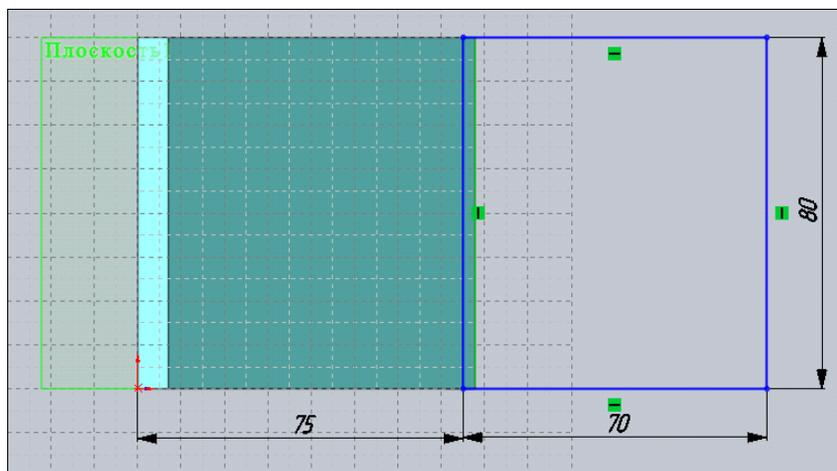
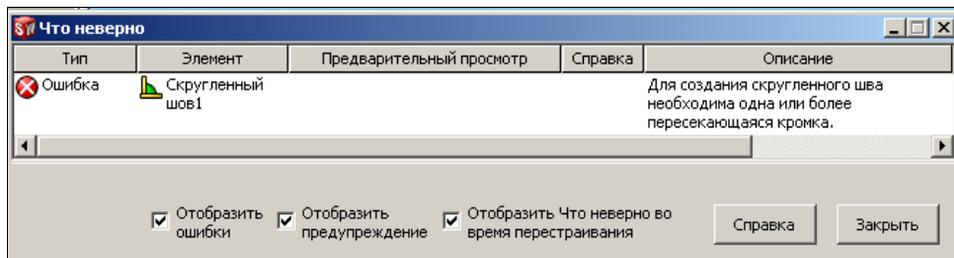

Рис. 5.44
Рис. 5.45
4. На вновь вставленной плоскости создадим новый эскиз, для чего активируйте в Дереве Конструирования элемент **Плоскость1**, щелкнув по нему мышью, и нажмите кнопку  — **Перпендикулярно**. Зайдите в режим рисования эскизов  — **Эскиз** и нарисуйте эскиз, показанный на рис. 5.44. Обратите внимание, что новый эскиз пересекает уже имеющуюся деталь. Это необходимо для того, чтобы не вызвать сообщения об ошибке на рис. 5.45.